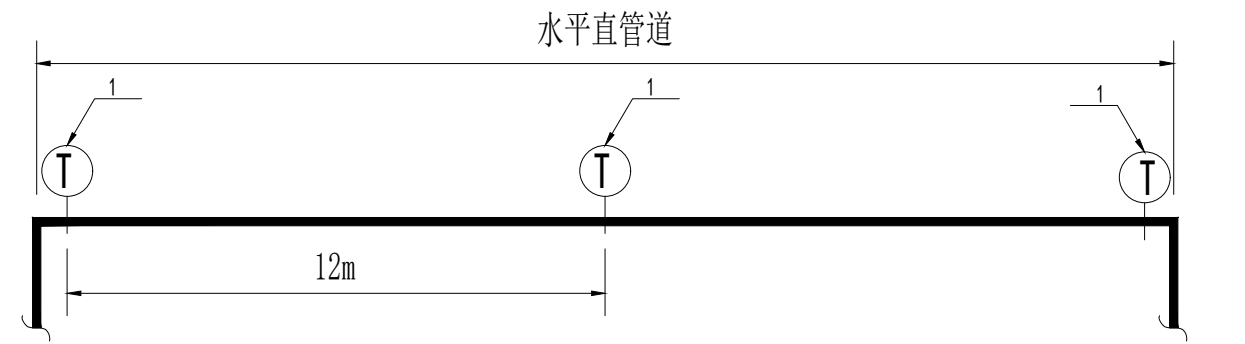

图2 水平直管段中部增设抗震支吊架示意
5.2 当两个侧向抗震支吊架间距大于最大设计间距时，应在中间增设侧向抗震支吊架。例如：刚性连接金属管道长为24m，侧向抗震支吊架最大间距12m。首先于两端加设侧向支撑，再依次按12m设置侧向支撑(图2)。